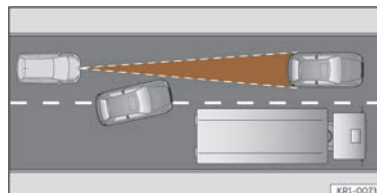

Fig. 145 Cambio de carril de un vehículo.
- Vehículos que cambien al carril por el que usted circula a poca distancia de su vehículo >>> **fig. 145**.